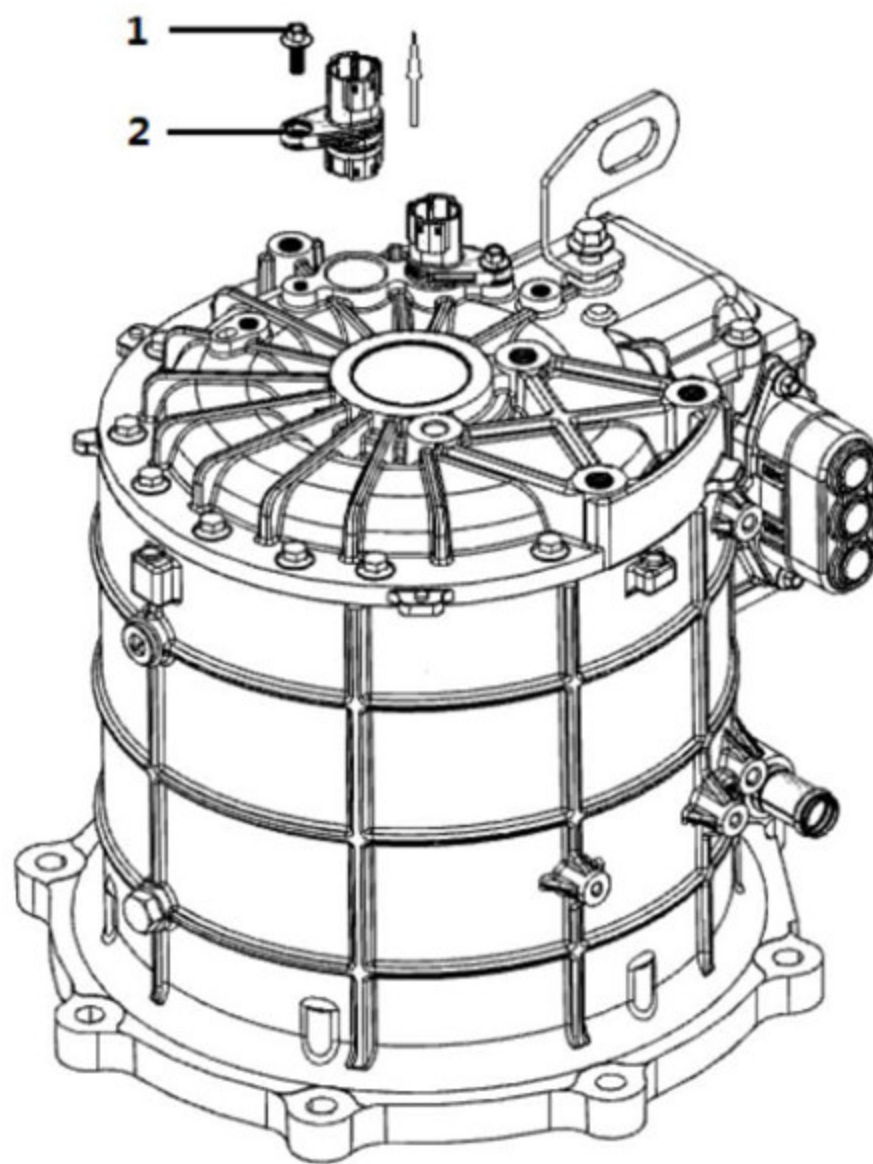

图3
- ① 用板手将M6*10六角头螺栓（1）扭下来。
- ② 将温控接插件（2）取出来，斜口钳将温控接插件中间部分取下。
- ③ 取新的温控接插件连上旋变引线端插件，在温控接插件装配面涂上一层润滑油，箱体配合孔也涂上一层润滑油。再将温控接插件插入后箱体配合孔内。最后将M6*10六角头螺栓（1）扭上，扭力为12 N•m。（见图3）